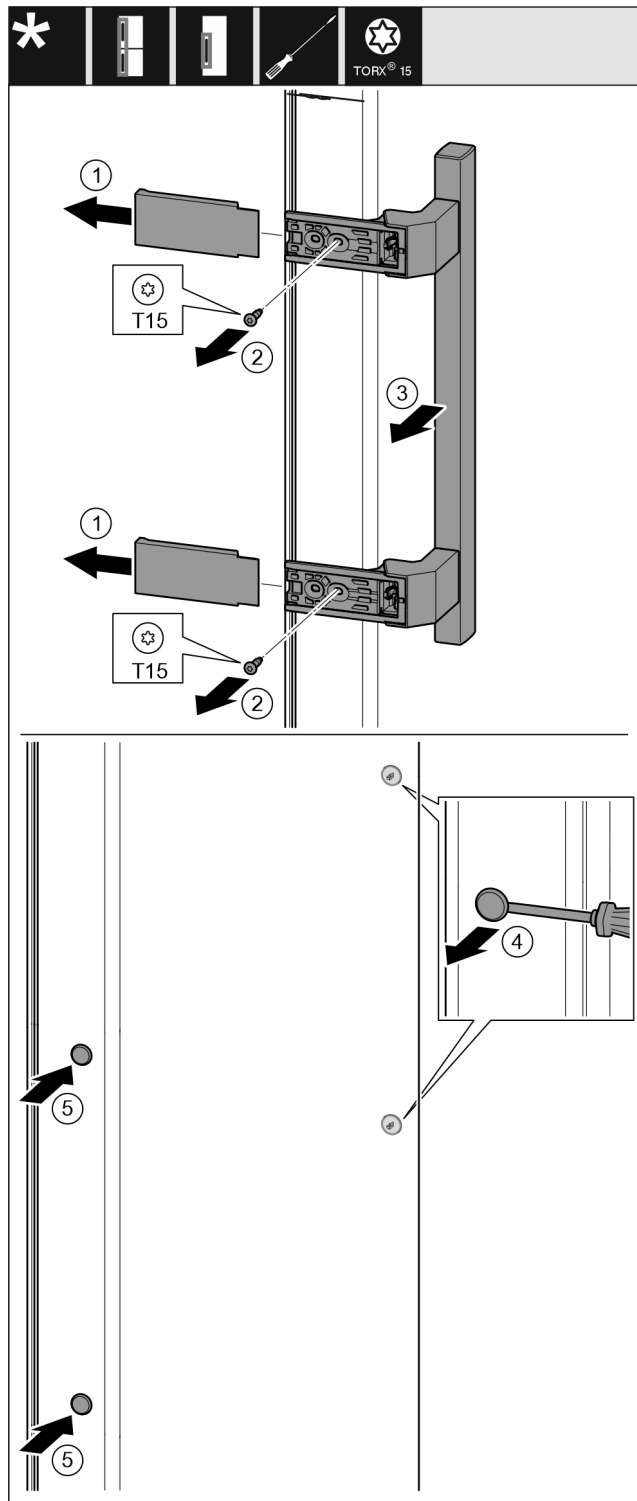

Fig. 20
- ▶ Zdjąć osłonę. Fig. 20 (1)
- ▶ Śruby wykręcić przy pomocy śrubokręta T15. Fig. 20 (2)
- ▶ Zdjąć uchwyt. Fig. 20 (3)
- ▶ Boczną zatyczkę ostrożnie podważyć przy pomocy śrubokręta i wyjąć. Fig. 20 (4)
- ▶ Zatyczkę założyć ponownie z drugiej strony. Fig. 20 (5)